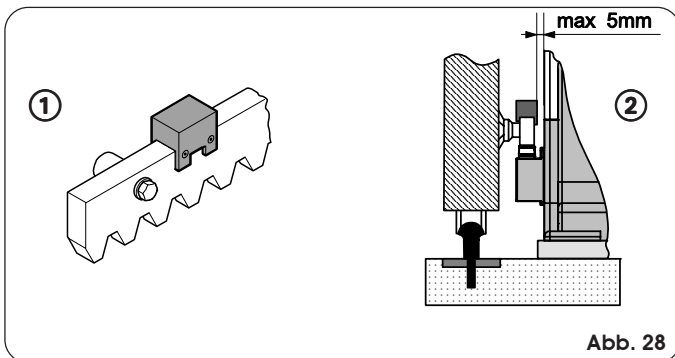

Abb. 28
- Die Magnete auf der Zahnstange positionieren, wie in der Abb. 28 Bez. ① gezeigt. Überprüfen, ob die Entfernung zwischen Magnet und Antriebskörper max. 5 mm beträgt (Abb. 28 Bez. ②).